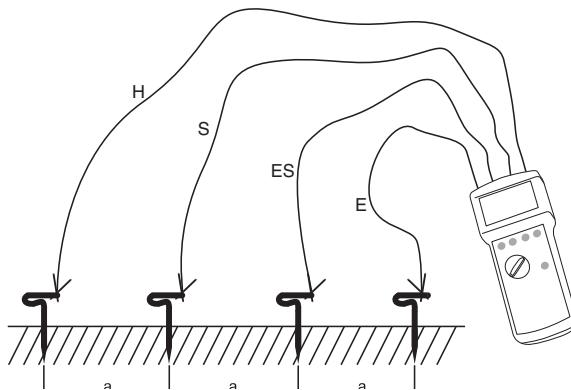

Bild 7: spezifischer Erdwiderstand
- 1) Ordnen Sie die vier Erdspieße für E, ES, S, H in einer Linie, wie in Bild 7 gezeigt an. Der Abstand zwischen den einzelnen Sonden muss der, in der Formel benutzten Abstand entsprechen. Legen Sie die Leitungen sorgfältig aus und achten Sie darauf, dass die Leitungen möglichst nicht parallel nebeneinander liegen und sich nicht kreuzen, um Einkopplungen zu vermeiden.
- 2) Verbinden Sie die Messleitungen mit den Erdspießen gemäß Bild 7.
- 3) Drehen Sie den Messartwahlschalter (13) in Stellung "4 pol".
- 4) Stellen Sie die gewünschte Berührungsspannung mit der Taste "UL" (11) ein.
- 5) Falls gewünscht stellen Sie die manuelle Frequenzwahl mit der Taste "auto/man" (16) und die Messfrequenz mit der Taste "f1/f2" (12) ein.
- 6) Taste "Start" (14) drücken.
- Nach erfolgter Messung kann mittels der Taste "Anzeige" (17) zwischen den Messgrößen Erdungswiderstand (RE), Hilfserderwiderstand (RH), Sondenwiderstand (RS) und Messstrom (IM) umgeschaltet werden.